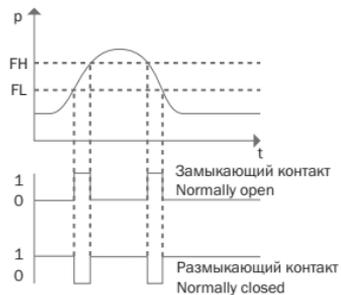

Рисунок 4: Функция окна
Функция окна позволяет осуществлять контроль определенного диапазона давления. Если давление в системе находится между нижним предельным значением окна (FL) и верхним предельным значением окна (FH), то выход активен (замыкающий контакт, п.о.) или неактивен (размыкающий контакт, п.с.) (см. рисунок 4).